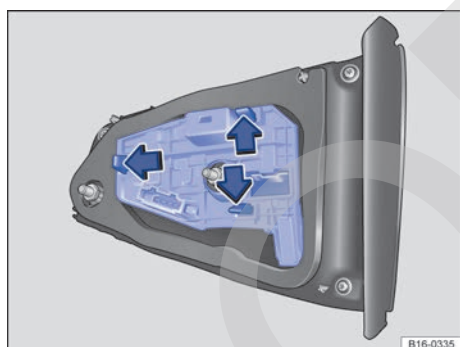

Fig. 197 En el portón del maletero: desmontaje del portalámparas.
6. Presione las pestañas de bloqueo en el sentido de las flechas → fig. 197 y extraiga el portalámparas.
7. Sustituya la lámpara averiada por otra nueva del mismo tipo → fig. 197.